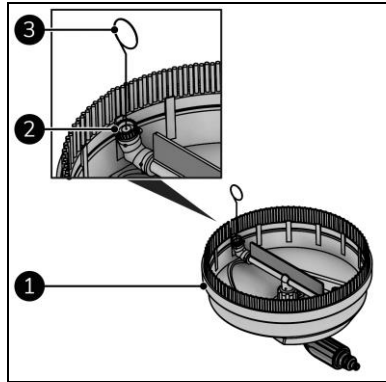

Figure 24
3. Retirez le nettoyeur de sol (figure 24, pos. 1) de la rallonge de la lance (figure 5, pos. 1) en le tournant de 90°.
4. Nettoyez les deux buses (figure 24, pos. 2) avec la tige de nettoyage (figure 24, pos. 3).